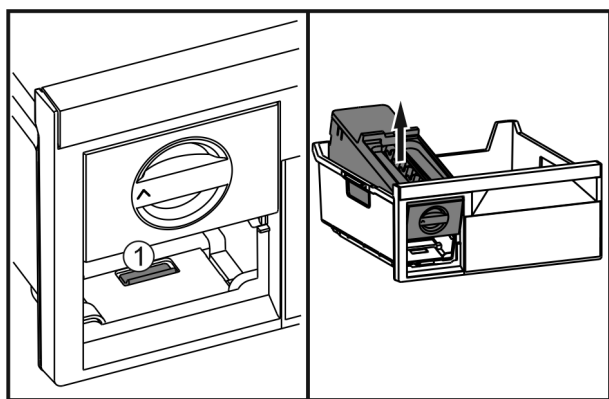

Fig. 80
- ▶ Premere la linguetta Fig. 80 (1), sollevare EasyTwist-Ice da dietro ed estrarlo dal cassetto del congelatore.